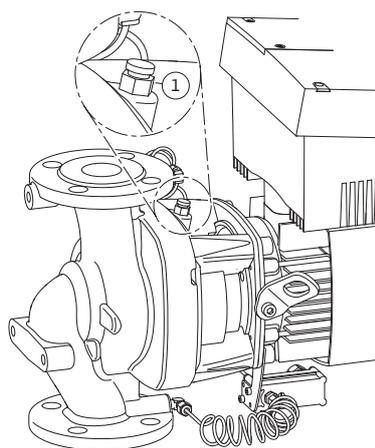

Fig. 47: Válvula de purga
- Purgue las bombas soltando las válvulas de ventilación (Fig. 47, pos. 1). La marcha en seco daña el cierre mecánico de la bomba. No purgue la sonda de presión diferencial (peligro de daños).